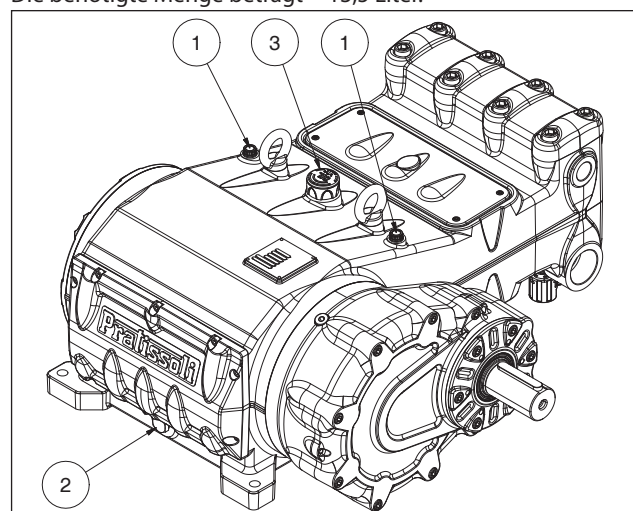

Abb. 3
Überprüfen Sie den Ölstand über die Messstäbe mit min. sowie max. Markierungen ①, Abb. 3.
Füllen Sie bei Bedarf über den Ölverschluss ③, Abb. 3 nach. Die Ölstandsprüfung hat bei Pumpe auf
Umgebungstemperatur zu erfolgen, für den Ölwechsel soll die Pumpe dagegen auf Betriebstemperatur sein. Entfernen Sie dazu den Verschluss Pos. ②, Abb. 3.